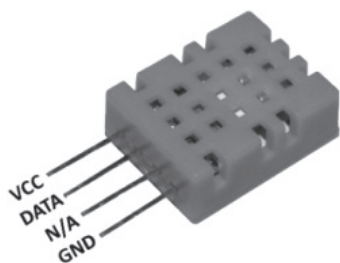

图 10.33 DHT11 传感器实物图
0.5mA。它包含一个电阻式的测湿元件和一个NTC测温元件，并且内部与一个单片机引脚相连接，即可完成温湿度数据的采集。温湿度监测单元，本次设计采用的单总线通信方案，该结构与TTL兼容。温湿度传感器在工作时，当有数据传输时，等待1秒钟的不稳定状态，之后单片机向传感器模块发送一个开始信号，总线在空闲时为高电平，当单片机将总线拉低至少18ms后，再拉高总线等待相应。接收到单片机发送来的开始信号后，等待单片机的结束信号，之后发送80μs的低电平响应信号，最后传感器拉高总线80μs准备传输数据。数据在开始信号和响应信号后开始传输，共40位的测量数据，分别是8位湿度整数和小数数据、8位温度整数和小数数据，以及8位的校验数据。一次传输数据都是由50μs的低电平时隙开始，通过高电平的时间长短来区分数据0和1，数据传输后再次进入空闲状态，等待下一次传输。DHT11传感器实物图如图10.33所示。